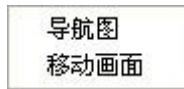

图 11.16 运行系统快捷菜单
- 2、使用鼠标右键点击运行系统画面，弹出快捷菜单，如图 11.16 所示，点击“导航图”命令也可显示或关闭导航图。
该选项用于运行系统画面的移动。使用鼠标右键点击运行系统画面，弹出快捷菜单，如图 11.16 所示，点击“移动画面导航图”命令也可实现移动画面功能。选中此命令后该项前面有一个“✓”符号，同时鼠标变成小手的形状，按住鼠标左键移动鼠标可移动画面，但此状态下鼠标不能获得焦点。再次点击该命令则取消移动画面，该项前面“✓”符号消失。或是右键点击鼠标取消移动画面状态。